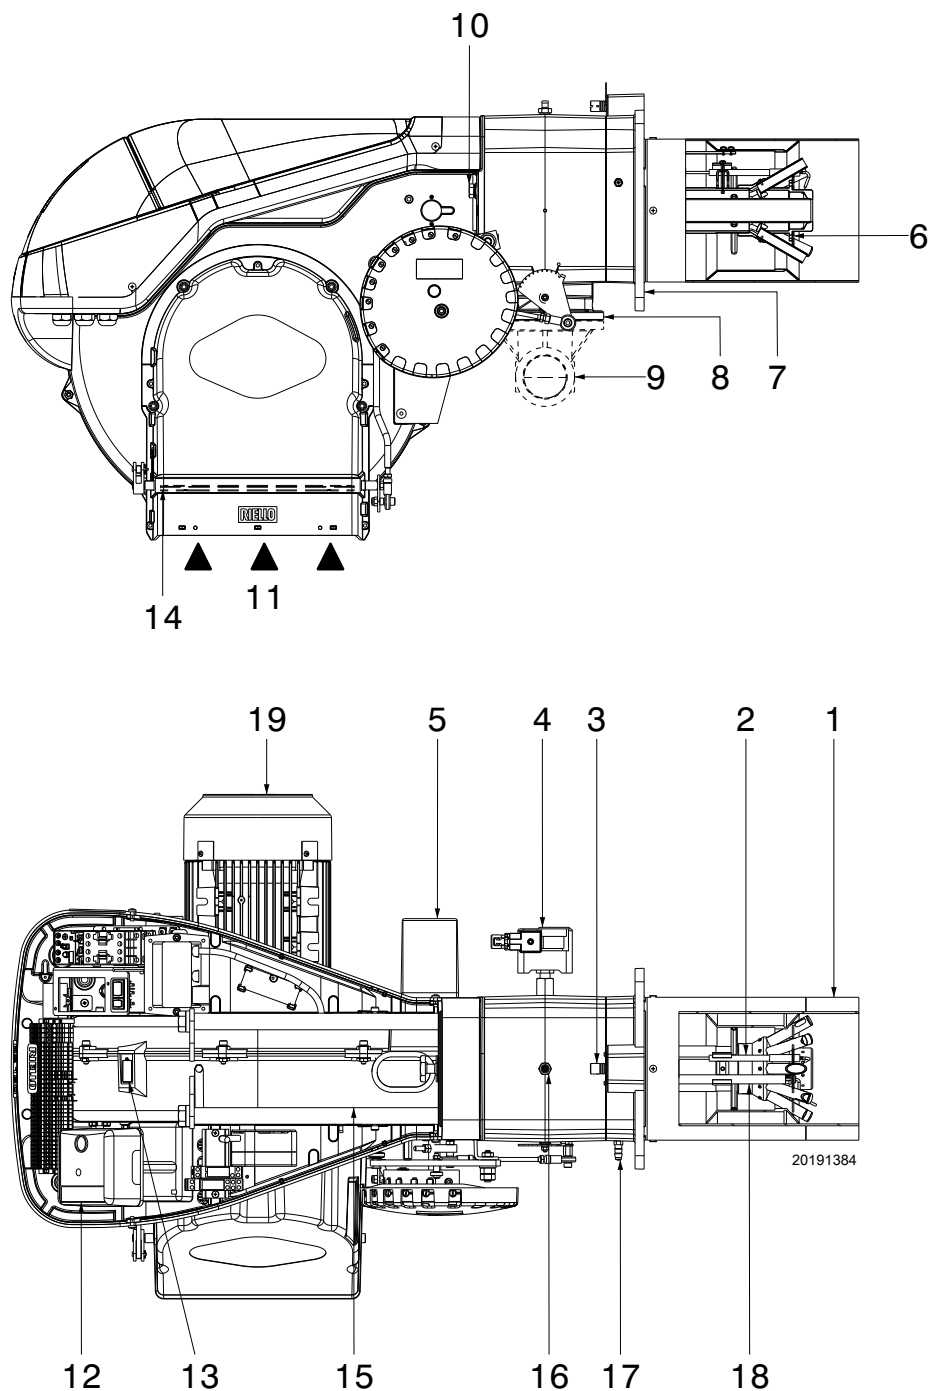

图 6
(1) 参考条件 : 环境温度 20°C - 燃气温度 15°C - 大气压力 1013 mbar - 海拔 0 m a.s.l.
(2) 炉膛压力为 0 且燃烧器处于最大出力时, 压力测试点 16)(图 6) 处的压力。
(3) 噪音测试在制造商燃烧实验室内进行, 燃烧器在测试锅炉上以最大出力运行。声功率以“自由场”法测得, 符合 EN 15036 标准要求以及 EN ISO 3746 标准要求的“准确 : 类别 3”的测量精度。